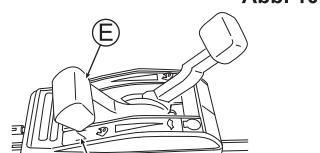

Abb. 11
- Stellen Sie den Gashebel (E) auf Choke "|\|". (Siehe Abb. 11) (Wenn der Motor warm ist, kann er auch gestartet werden, indem Sie den Hebel auf "|\| " stellen.)